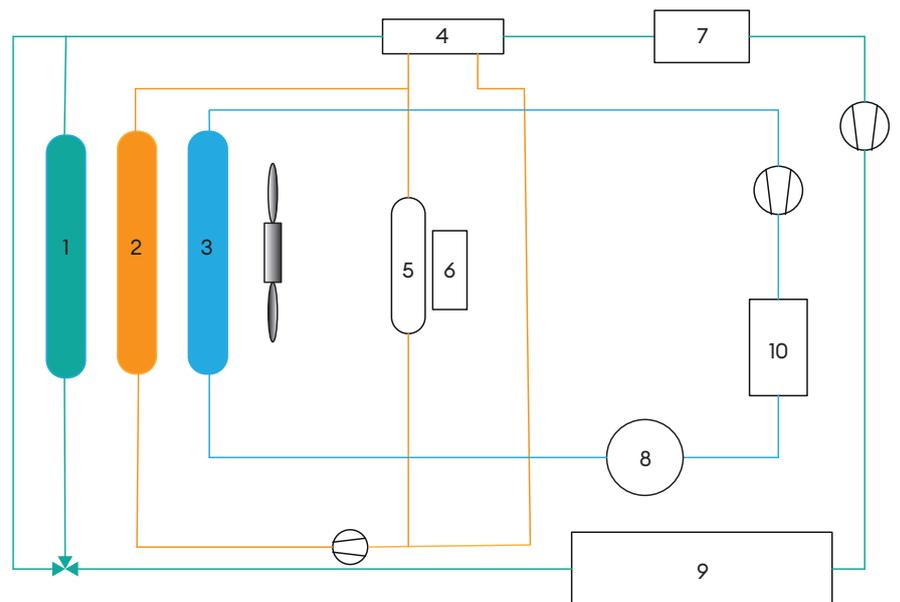

Fig. 2 : Refroidissement indirect de la batterie
illustré à la fig. 2. Ce système se compose de trois circuits. L'un fonctionne pour la batterie HV. Il est équipé d'un refroidisseur à basse température et d'un chauffage auxiliaire pour refroidir à haute température et chauffer à basse température (extérieure). Il est également relié au circuit frigorifique du système de climatisation via un refroidisseur. Afin d'obtenir la plus longue durée de vie possible de la batterie, la température cible dans ce circuit est comprise entre 15 et 30 °C. Pendant la conduite, la température est abaissée par le radiateur basse température (1). Si cela ne suffit pas, elle est encore abaissée à l'aide du refroidisseur (4). Le liquide de refroidissement dans le refroidisseur est en outre refroidi par le réfrigérant du système de climatisation. Cette mesure assure un refroidissement adéquat même à des températures élevées. Si la température extérieure est basse, le liquide de refroidissement dans le chauffage auxiliaire (7) est chauffé et assure ainsi la température de fonctionnement souhaitée pour la batterie. Il y a un deuxième circuit pour la machine électrique et l'électronique de puissance. Dans ce circuit, la température ne doit pas dépasser 60 °C. La différence de température entre les deux circuits de refroidissement est la raison pour laquelle le système nécessite deux circuits séparés. Étant donné que l'entraînement électrique dégage très peu de chaleur en raison de son rendement élevé, un réchauffeur d'air supplémentaire (6) est également nécessaire pour le chauffage de l'habitacle (= troisième circuit). Ainsi, le chauffage peut être réalisé en roulant et à l'arrêt. L'énergie nécessaire provient de la batterie, ce qui a un impact négatif sur l'autonomie du véhicule.